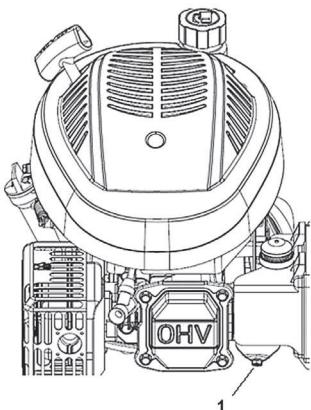

Рис. 16 Сливной болт поплавковой камеры карбюратора
- Слейте топливо из карбюратора (Рис. 16). Для этого открутите сливной болт поплавковой камеры карбюратора.